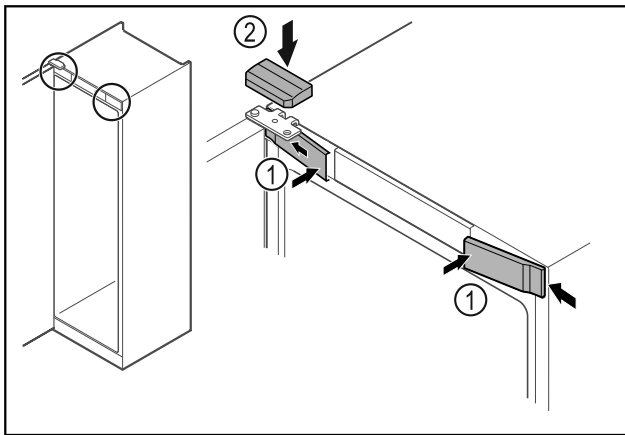

Fig. 27
- ▶ Įkabinkite priekines dengiamąsias plokšteles Fig. 27 (1) šone ir užfiksuokite.
- ▶ Užfiksuokite viršutinę dengiamąją plokštelę Fig. 27 (2) iš viršaus.